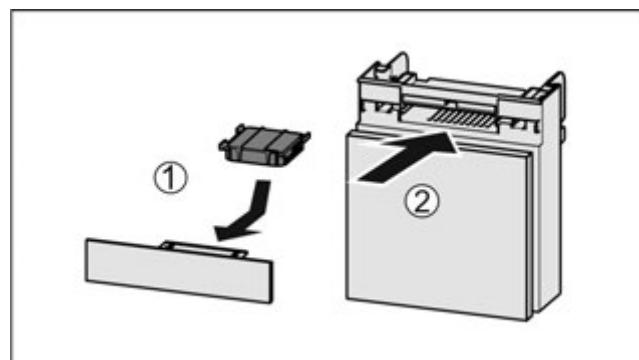

Fig. 100
- Вставить фільтр з активованого вугілля за малюнком Fig. 100 (1).
- ▶ Вставити відділення Fig. 100 (2).